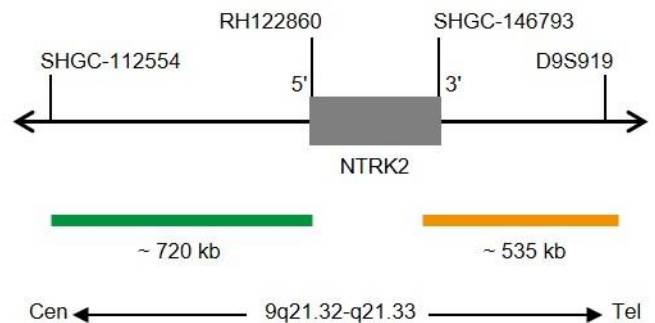

Abb. 1: SPEC NTRK2 Sondenlokalisierung (nicht maßstabsgetreu)
- ZyGreen (Anregung 503 nm/Emission 528 nm) markierten Polynukleotiden (~10 ng/μl), die gegen Sequenzen in 9q21.32-q21.33* (chr9:86,569,621-87,287,312) gerichtet sind, welche proximal zur NTRK2-Bruchpunktregion lokalisiert sind (siehe Abb. 1).
- ZyOrange (Anregung 547 nm/Emission 572 nm) markierten Polynukleotiden (~4,5 ng/μl), die gegen Sequenzen in 9q21.33* (chr9:87,589,037-88,124,082) gerichtet sind, welche distal zur NTRK2-Bruchpunktregion lokalisiert sind (siehe Abb. 1).